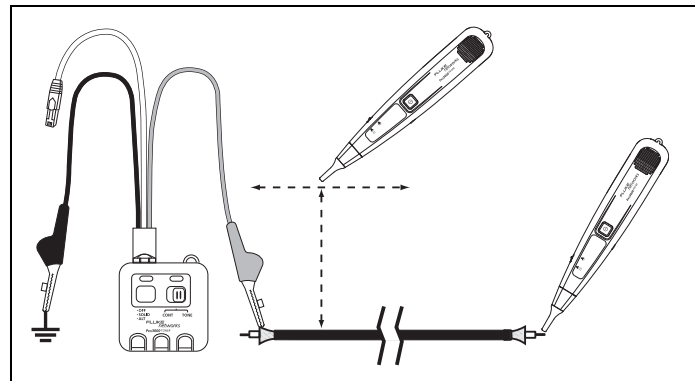

Figura 3. Cabos de Rastreamento
- 2 Conecte o terminal de teste vermelho a um fio do cabo desconhecido (Figura 3).